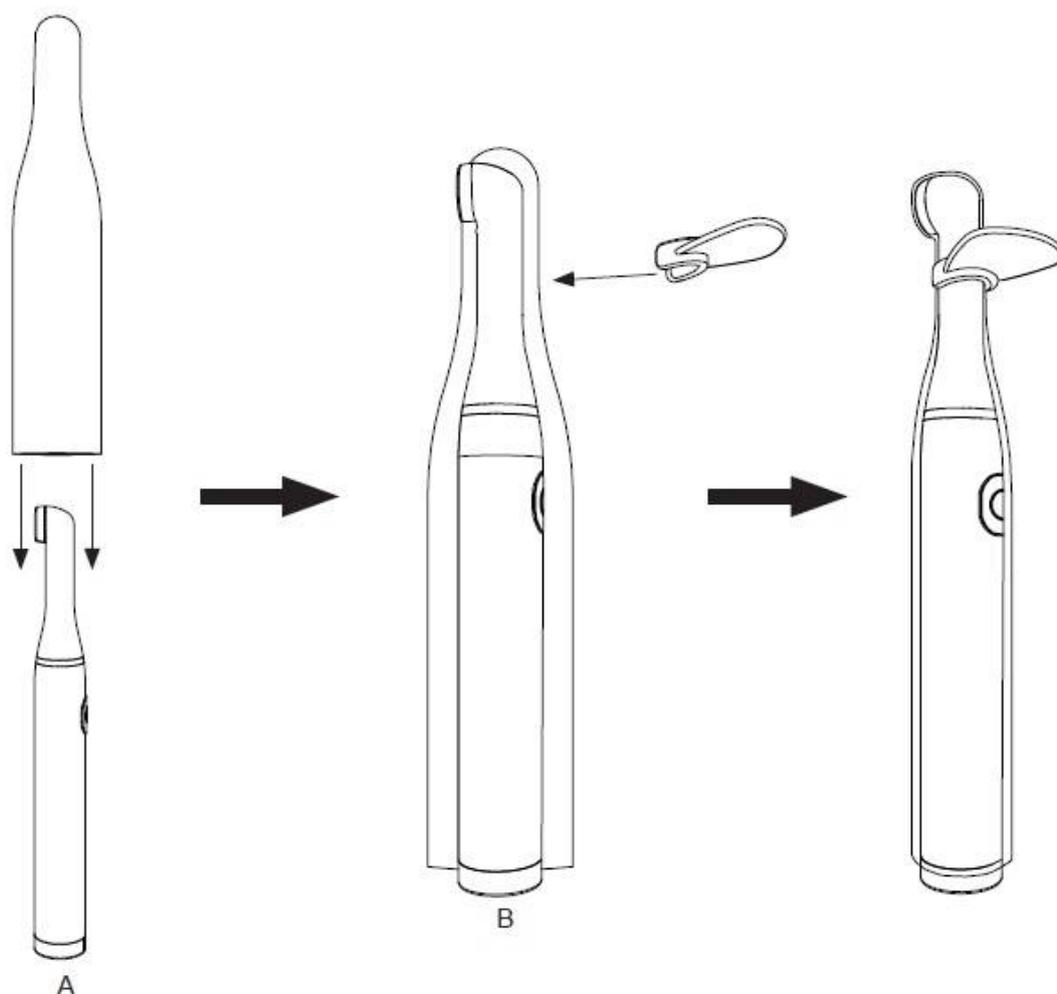

Рис. 8
2. Поместить лампу в защитный чехол (рис. 8 – поз. А);
3. Надеть на лампу поверх защитного чехла УФ-экран (рис. 8 – поз. В).